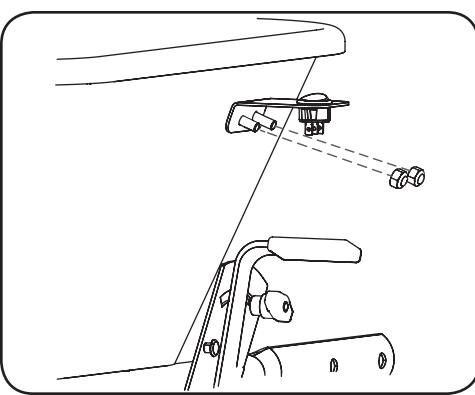

Figura 1-12
13. Instale el interruptor de encendido del motor del lado derecho de la tolva usando dos tornillos hexagonales, arandelas y contratuerzas. Roscando los tornillos hexagonales a través de las arandelas, luego a través de la tolva. Fije el interruptor de encendido del motor al exterior de la tolva con las contratuerzas. Vea la Figura 1-12.